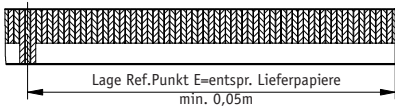

Abb. 6: Definition der Zählrichtung mit Magnetband und Montage Sensor/Magnetband, Abstandsmaße, Toleranzen
- **Auf richtige Ausrichtung bezüglich der Zählrichtung achten (Abb. 6+7).** Dies ist unerheblich falls sich die Zählrichtung in der elektronischen Auswertung umkehren läßt (wie z.B. bei den Magnetbandanzeigen von SIKO).